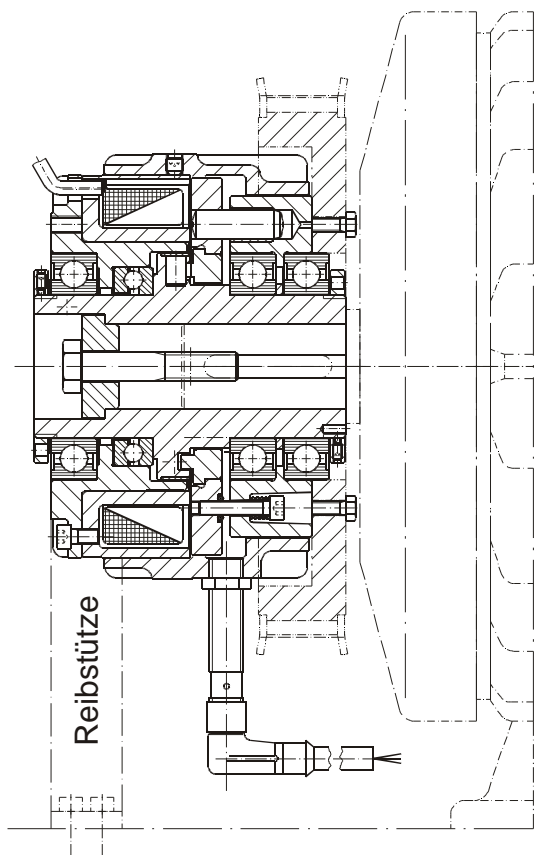

Bild 2
Das Antriebselement wird auf dem Rillenkugellager (8) zentriert und mit dem Übertragungsflansch (2), wie in Bild 2 dargestellt, verschraubt
Die in Bild 2 gezeigte Abdeckhaube (Schutzart IP 54) verhindert eine Verschmutzung der Kupplung. Gleichzeitig dient die Abdeckhaube zur Aufnahme des Endschalters (Nährungsinitiators). Die Reibstütze (Bild 2) nimmt das Reibmoment der Lagerung auf und verhindert ein Umlaufen des Magnetteiles.